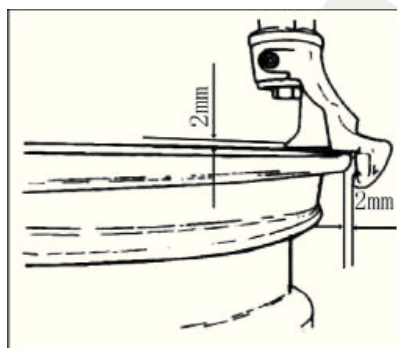

рис.19
4.1.3 Установите шестиугольный шток (Рис. 2-3) в рабочее положение, переместите инструмент для демонтажа к ободу колеса. Используйте маховик ручной подачи (Рис. 7-2), чтобы подтолкнуть качающийся рычаг, затем используйте стопорную рукоятку (Рис. 2-12) для блокировки. Инструмент для демонтажа автоматически немного изменит зазор (Рис. 19).